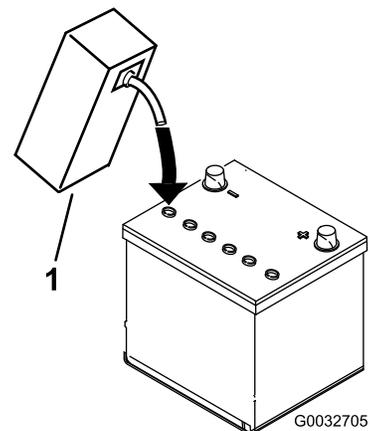

図 7
3. 各セルの電極板が液面下 6 mm程度に水没するまで、電解液を慎重に入れる 図 7。
4. 電極板が液を吸収するまで20-30分間程度待つ。必要に応じて、電極板が6 mm程度水没するぐらいに電解液を補充する 図 7。